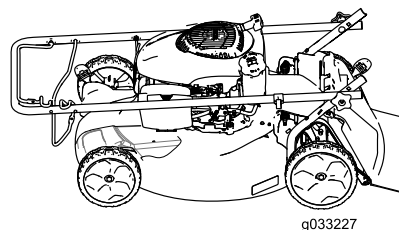

Figure 18
1. Desserrez les boutons du guidon jusqu'à ce que le guidon bouge librement (Figure 18).
1. Bouton du guidon (2)
2. Pliez le guidon en avant comme indiqué à la (Figure 18).